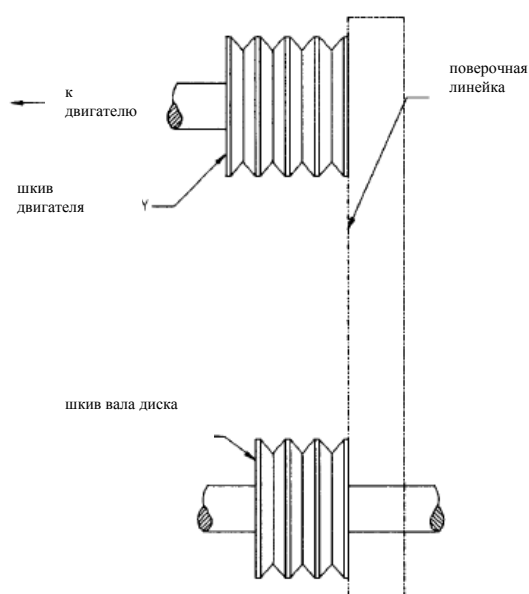

Рисунок 1
2. Уберите натяжение пока ремни находятся в пазах. Запустите привод примерно на пять (5) минут для «посадки» ремней. Установите максимальную нагрузку. Если ремни проскальзывают, затягивайте их до тех пор, пока они не будут проскальзывать при максимальной нагрузке. Для большинства новых ремней потребуется дополнительное растяжение после их «посадки».
6. Для проверки выравнивания используйте стальную поверочную линейку. См. Рисунок 1.